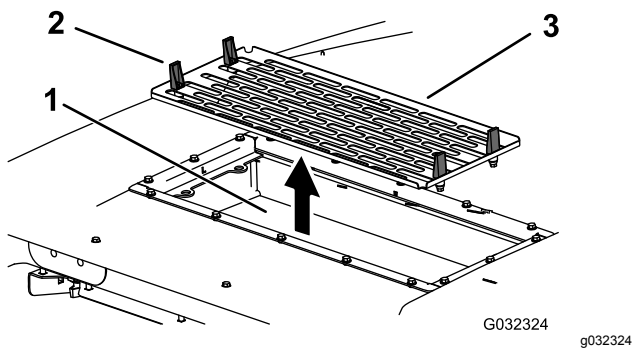

**Figura 94**
7. Instale os filtros de ar, painel e conjunto da ventoinha (Figura 92, Figura 94 e Figura 95).
8. Ligue o fio de cada uma das ventoinhas (Figura 94).